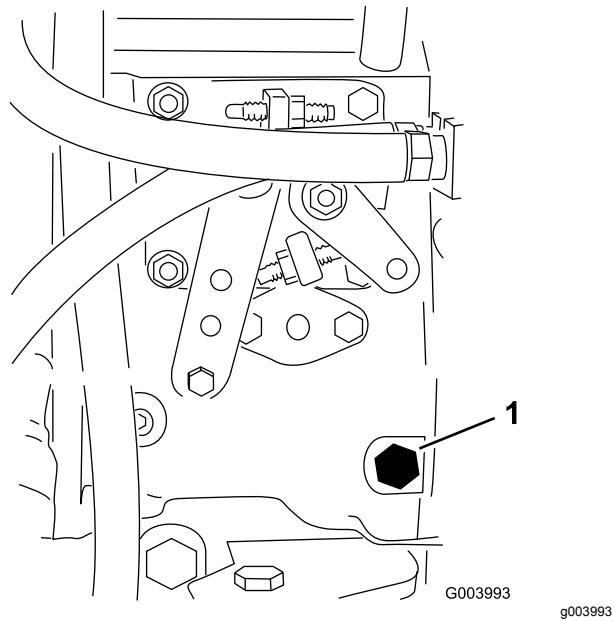

図 21
- 12mmのレンチを使って、燃料噴射ポンプ図21についているエア抜きねじを開く。